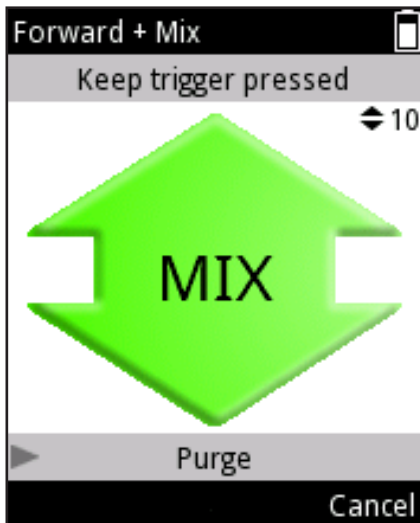

図 D29
6. a) User controlled (ユーザーコントロール型)混合タイプ:トリガが押されている限り、合計容量の70%がピペット操作されます(図 D29)。